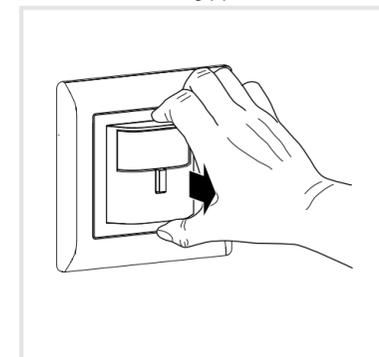

Bild 8: Demontage der Abdeckung
- Abdeckung entfernen (Bild 8).